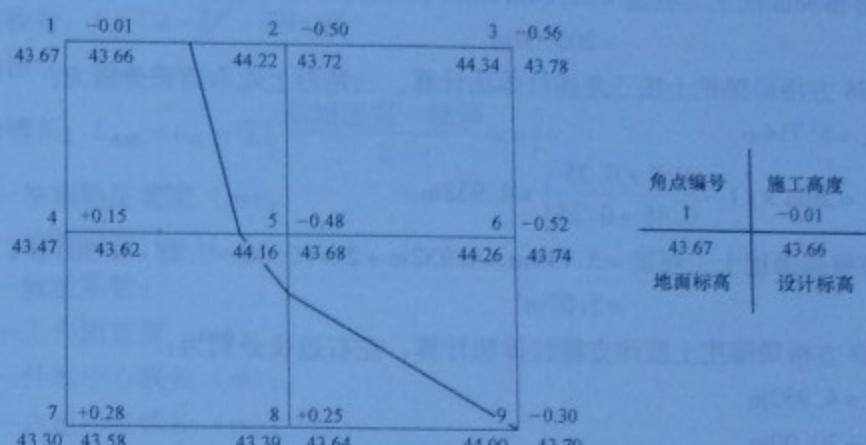

图 1-10 某工程场地示意图
【例 1-10】某工程场地平整,方格网边长确定为 20m,各角点自然标高和设计标高如图 1-10 所示。土类为 II 类土(普通土),常年地下水位为 -2.40m。计算人工开挖土方的工程量。
2. 确定  $\pm 0.30 \text{m}$  线挖填找平超过  $\pm 0.30 \text{m}$  需按挖填土方计算,根据资料  $-0.30 \text{m}$  线,如图 1-10 所示。